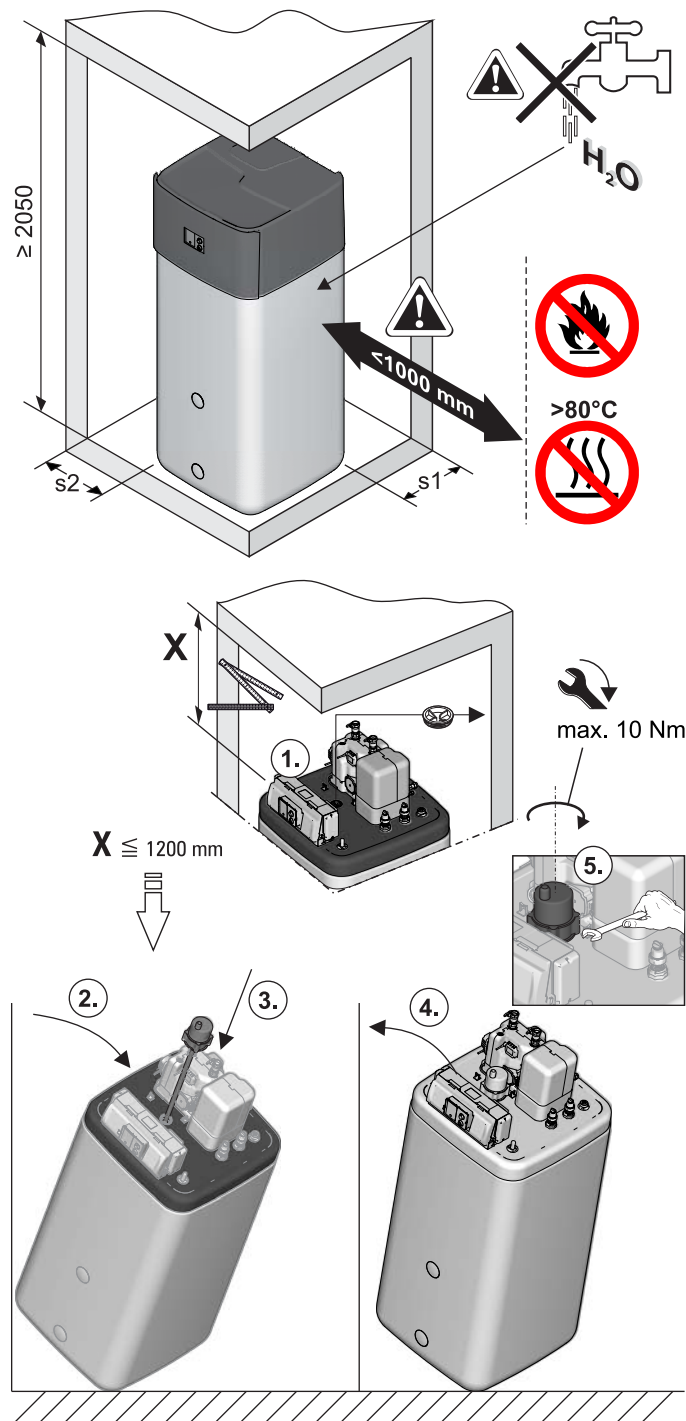

Bild 4-5 Aufstellung (dargestellt an Daikin Altherma EHS(X/H)...P50B mit Einbau des optionalen Backup-Heaters)
- Empfohlene Abstände (Bild 4-5):
- Falls benötigt, optionalen Backup-Heater (EKBUxx) in die Daikin Altherma EHS(X/H) einbauen (Bild 4-5).